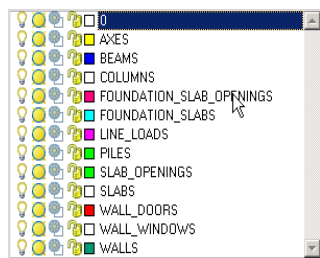

Рис.12.2.1. Список слоёв
- Для создания слоёв (названия которых совпадают с названиями элементов схемы) щелкните по кнопке  на панели инструментов **Layers Monomakh**. После чего в список слоёв (рис.12.2.1) создадутся необходимые слои для создания схемы (для удобства отображения информации можно увеличить толщину слоя и изменить тип линии, её цвет).